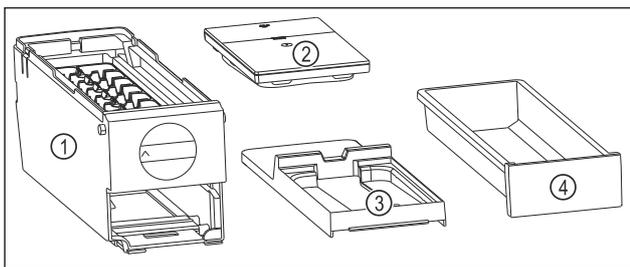

Fig. 114 Componentes del EasyTwist-Ice
- ▷ El EasyTwist-Ice está desmontado en cuatro piezas. (consulte Fig. 114)
- ▶ Desmontar el EasyTwist-Ice solo en los componentes mostrados. (consulte Fig. 114)
- ▶ Limpiar el cuerpo del EasyTwist-Ice Fig. 114 (1) en su totalidad.